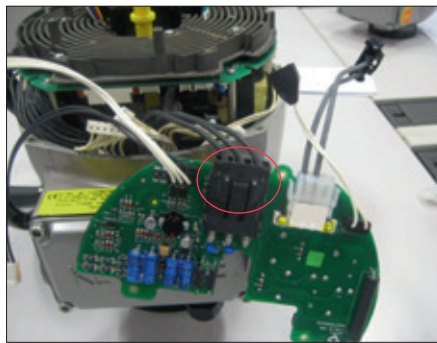

Abb. 19
- Schließen Sie das 3-polige Stromversorgungskabel der OM13-Karte an die Anschlussklemmleiste an die OM13-Karte an (Abbildung 19).